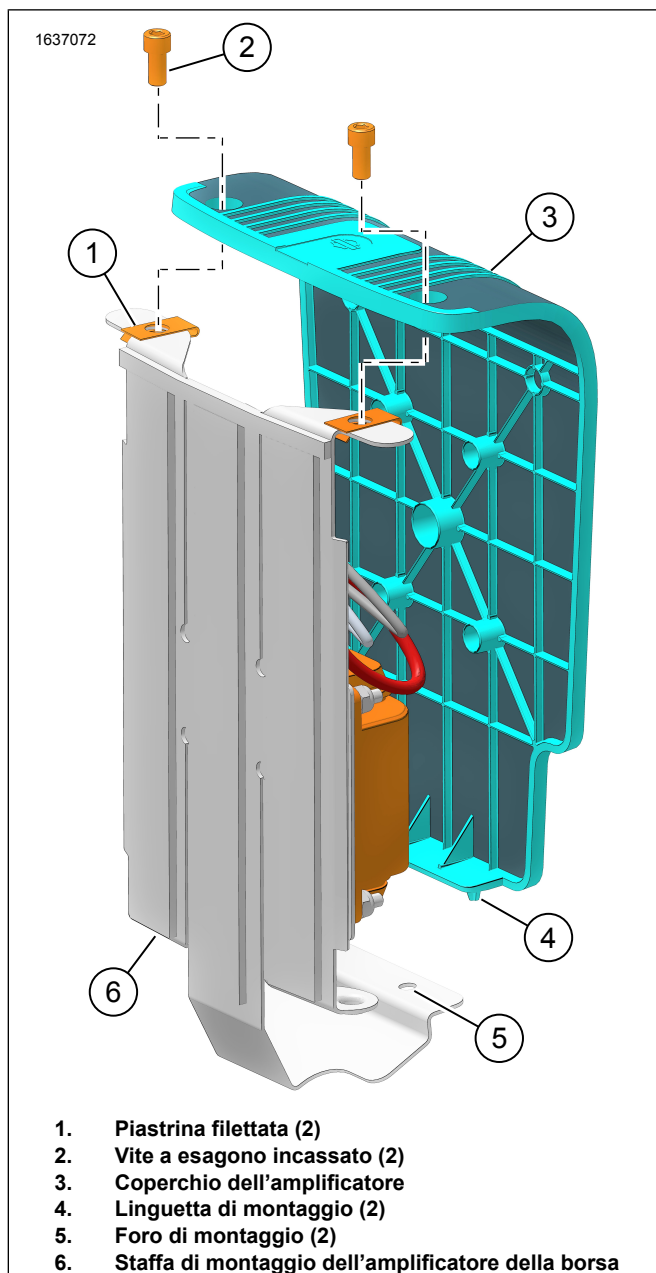

Figura 14. Coperchio dell'amplificatore
17. Vedere la figura 14. Montare il coperchio dell'amplificatore (3).
18. Installare le viti (2). Serrare.